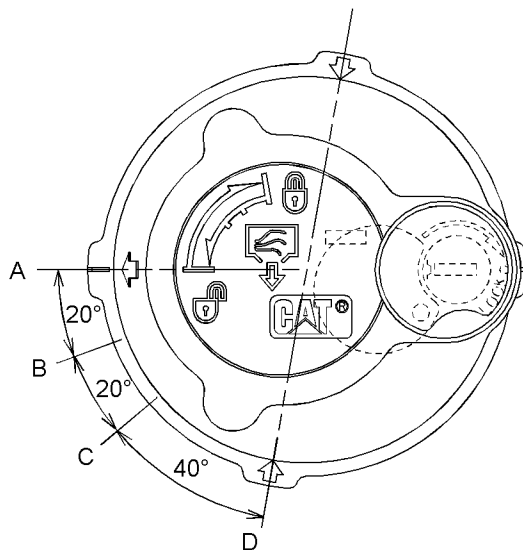

Fig. 540
- (A) LÅST position
- (B) AFLASTNING AF TRYK - START-position
- (C) AFLASTNING AF TRYK - SLUT-position
- (D) ÅBEN position
5. Aflast det tryk, der kan findes i returhydraulikkredsløbet, ved hjælp af følgende procedure. Se fig. 540 for at få vist påfyldningsdækslets positioner.
- a. Drej påfyldningsdækslet mod uret, og flyt pilen fra position (A) til position (B).
- b. Aflast trykket i mindst 45 sekunder ved at flytte pilen fra position (B) til position (C).
- c. Tryk påfyldningsdækslet ned, og flyt pilen fra position (C) til position (D).
8. Rens påfyldningsdækslet. Spænd påfyldningsdækslet fast på hydrauliktanken til position (A).